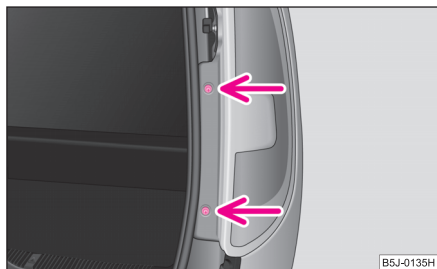

Fig. 191 Demontarea lămpii din spate
- Deșurubați lampa din spate ⇒ fig. 191.
- Înșurubați lampa din spate ⇒ pagina 215, fig. 191.